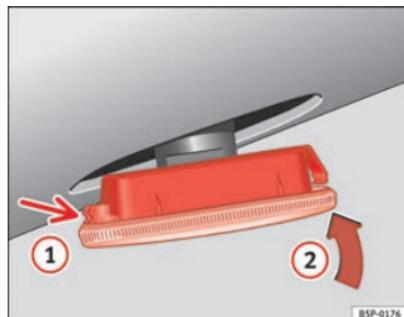

Fig. 223 Indicatori di direzioni laterali
- Prima collocare l'intermittente nel foro della carrozzeria, incastrando le linguette ⇒ fig. 223, freccia ①.
- Inserire la lampada come indicato dalla freccia ② ⇒ fig. 223. ■